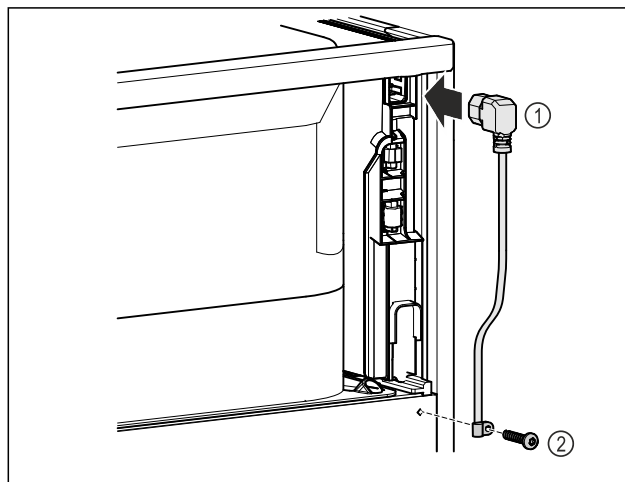

Fig. 11
- ▶ Įkiškite prijungimo prie tinklo laido „šaltojo prijungimo“ jungtį Fig. 11 (1) galinėje prietaiso pusėje.
- ▶ Sumontuokite suveržimo įtaisą. Fig. 11 (2)